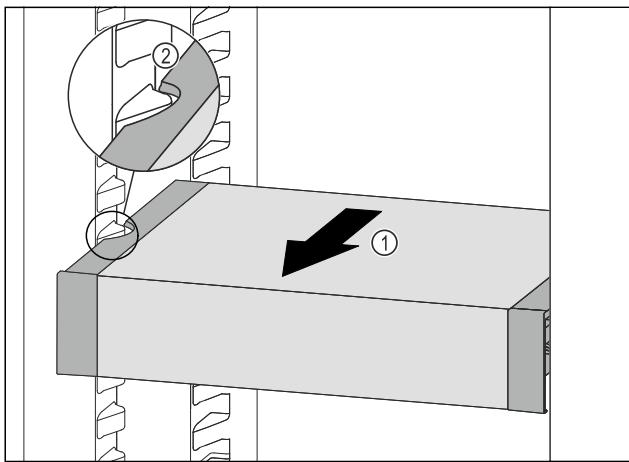

Fig. 146
- VarioSafe nach vorne ziehen Fig. 146 (1), bis sich die seitlichen Aussparungen des VarioSafes auf Höhe der Behälterrippe im Kühlteil befinden. Fig. 146 (2)